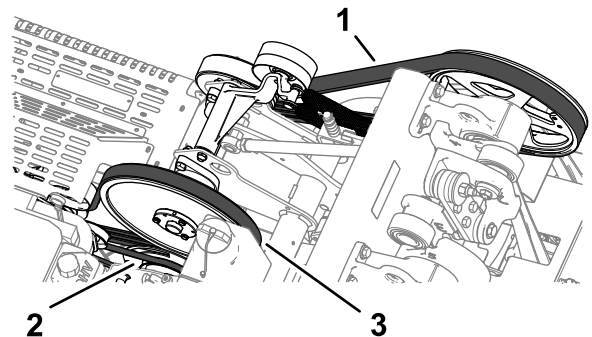

Figura 175
2. Esaminate la cinghia della pompa idraulica, dell'albero ausiliario e dell'albero motore (Figura 175) per individuare eventuali danni, segni di usura, eccessive fessurazioni dei cuscinetti o grossi detriti incastrati.